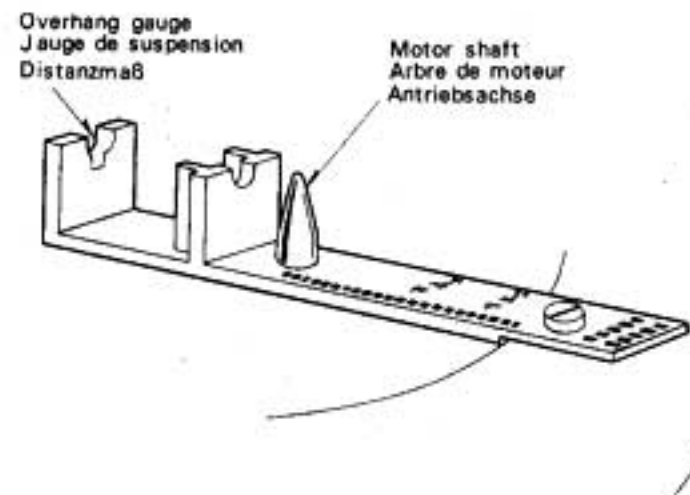
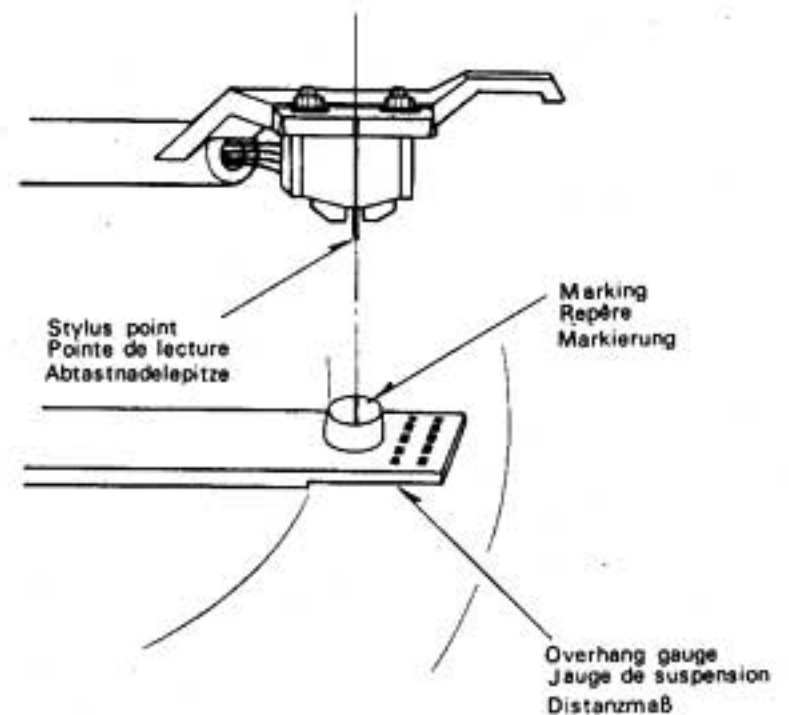

Fig. 24 Abb. 24
Fig. 25 Abb. 25
① Place the overhang gauge centering its hole on the motor shaft with the turntable mat on as shown in Fig. 24.
② Turn on () the power switch.
③ Make sure the cueing lamp is off. If it is lit, press the lifter button to lift the arm.
④ Turn the anti-skating knob to zero. (Bring the "0" position to the pointer line.)
⑤ As illustrated in Fig. 25, move the tonearm so that the stylus point lies exactly over the marking on the overhang gauge as observed from the front of cartridge.
① Placez la jauge de suspension en centrant son orifice sur l'arbre du moteur, tandis que le plateau du tourne-disque est placé comme l'indique la Fig. 24.
② Mettez en marche (■) l'interrupteur général.
③ Assurez-vous que la lampe de signalisation soit éteinte. Si elle est allumée, appuyez sur le bouton du lève-bras pour soulever ce dernier.
④ Tournez le bouton de correction de force centripète sur zéro. (Amenez l'indication "0" sur la ligne de repère)
⑤ Comme l'illustre la Fig. 25, amenez le bras de lecture, de façon que la pointe vienne exactement au-dessus du repère sur la jauge de suspension, en observant à partir du devant de la tête de lecture.
① Setzen Sie das Distanzmaß mit seiner Öffnung zentrisch auf die Antriebsachse. Die Gummimatte bleibt dabei auf dem Plattenteller liegen (siehe Abb. 24).
② Betätigen Sie den Netzschalter (■).
③ Achten Sie darauf, daß die Signallampe (cueing) nicht aufleuchtet. Sollte die Lampe aufleuchten, drücken Sie die Lift-Taste zum Anheben des Tonarm-Lifts.
④ Drehen Sie die Antiskating-Einrichtung auf 0 (0-Marke an der Bezugslinie).
⑤ Wie in Abb. 25 dargestellt, justieren Sie den Tonarm so, daß die Abtastnadelspitze sich genau über der Markierung am Distanzmaß befindet. Schauen Sie dabei bitte auf die Vorderseite des Tonabnehmer-Systems.